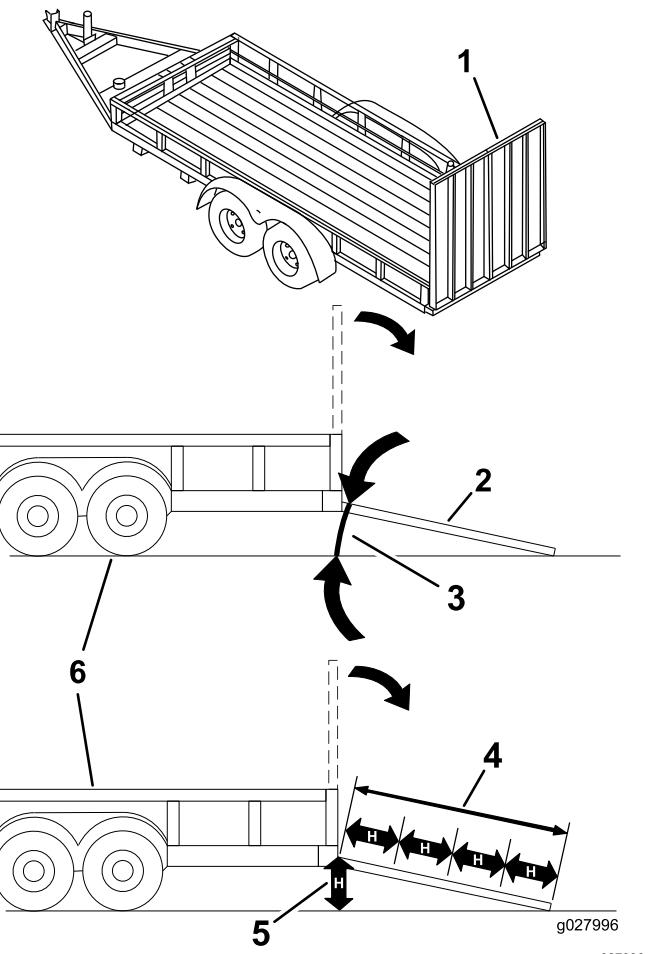

Figura 37
**El cargar la máquina en un remolque o un camión aumenta la posibilidad de un vuelco y podría causar lesiones graves o la muerte (Figura 37).**
3. Baje la rampa, asegurándose de que el ángulo entre la rampa y el suelo no supera los 15 grados (Figura 37).
1. Baje la rampa, asegurándose de que el ángulo entre la rampa y el suelo no supera los 15 grados (Figura 37).